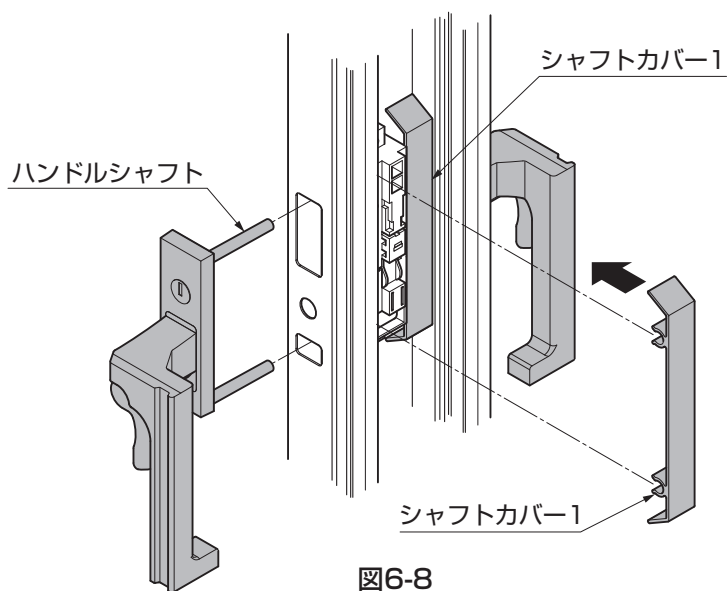
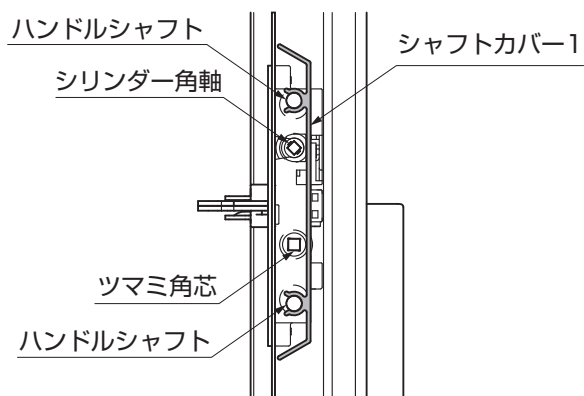

図6-8
図6-9
- ①シャフトカバー1を先に入れてから錠のハンドルシャフトを挿入してください。(図6-8、図6-9参照)